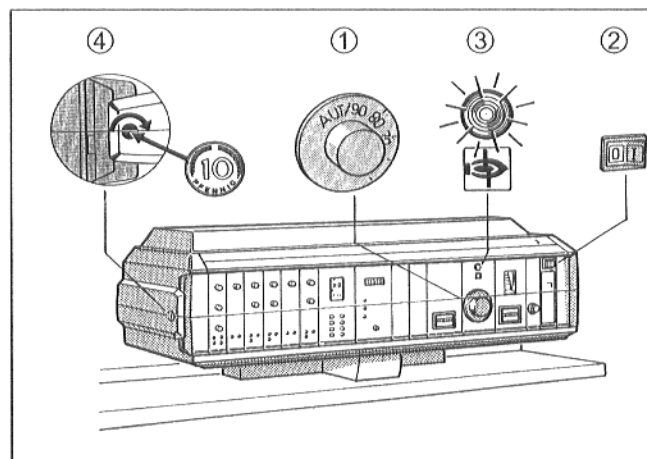

Рис. 2 – HS 3320
- Шлиц винта ④ прозрачной крышки устройства регулирования установить в горизонтальное положение (например, с помощью монеты - Рис. 2).
- Снять прозрачную крышку, подав ее по направлению вперед (Рис. 2).
- Задать переключатель "Работа" ② установив его в положение I (ВКЛ).
- Настроить регулятор температуры воды подающей линии котла ① на желаемое значение температуры. В случае устройства регулирования "Ecomatic" настройка регулятора температуры подающей линии котла осуществляется изготовителем.
- Установить обратно прозрачную крышку (Рис. 2).
- Шлиц винта ④ справа и слева на прозрачной крышке устройства регулирования перевести в горизонтальное положение (для этого использовать, например, монету - Рис. 2).
- Снять прозрачную крышку (Рис. 2).
- Установить переключатель "Работа" ② в положение 0 (ВЫКЛ).